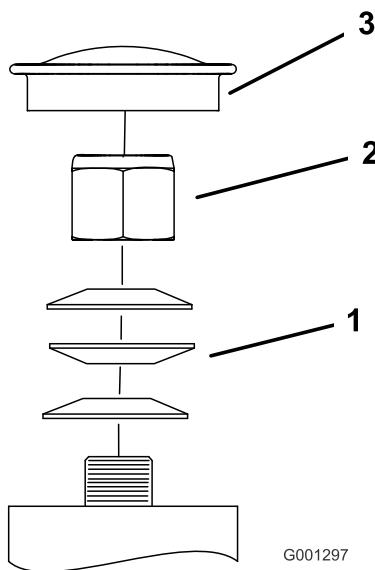

Figura 50
3. Togliete lo scodellino parapolvere dalla ruota orientabile e serrate il dado di bloccaggio (Figura 50).
4. Serrate il dado di bloccaggio finché le rondelle elastiche non sono piatte, quindi allentate di un quarto di giro per mettere a punto il precarico sui cuscinetti (Figura 50).
Importante: Verificate che le rondelle elastiche siano correttamente montate, come riportato nella Figura 50.
5. Montate gli scodellini parapolvere (Figura 50).